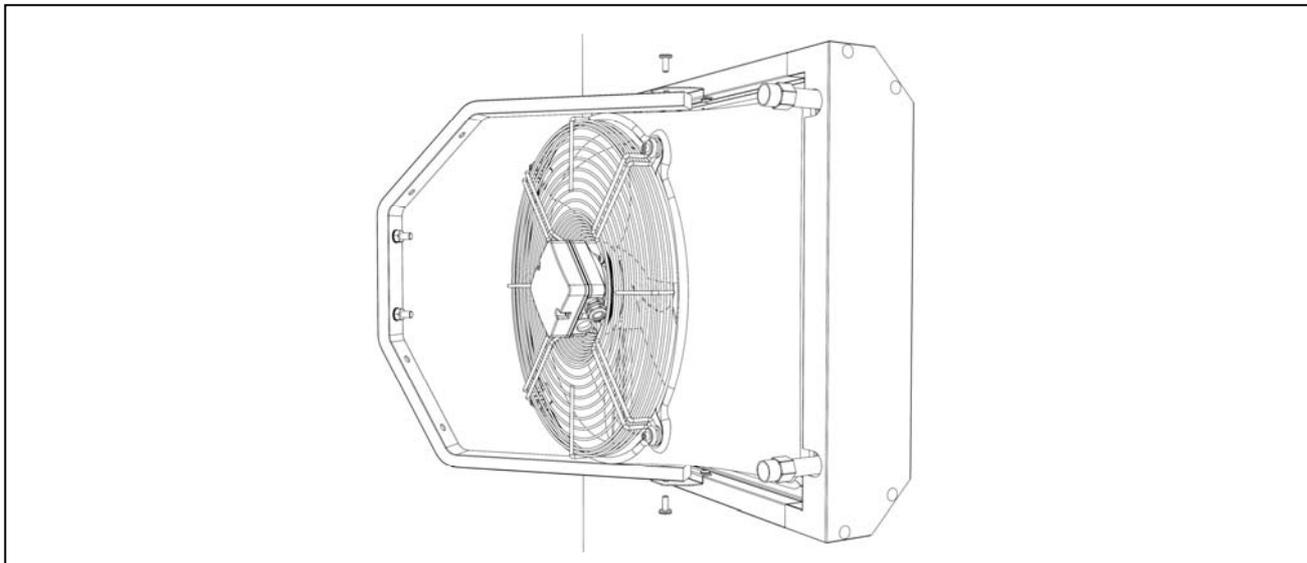

Figura 13
- Con le **viti di fissaggio fornite a corredo**, fissare la staffa alla ventilante come indicato in Figura 13 a pagina 19.